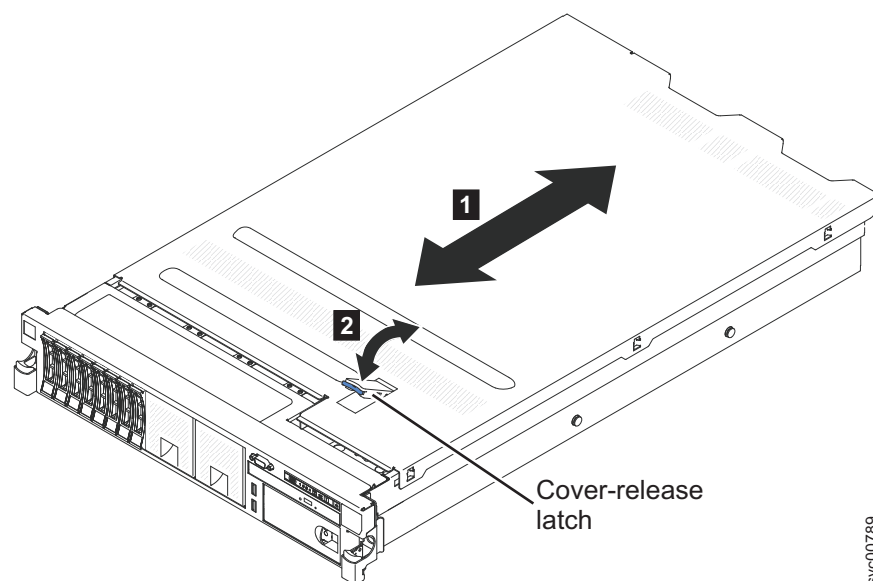

Figura 75. Removendo a 2145-DH8
5. Deslize a tampa em direção à parte frontal do nó e remova, conforme mostrado em Figura 75.